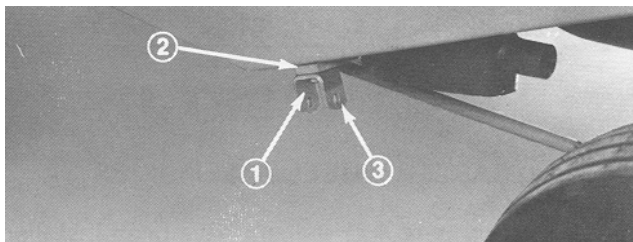

Bild 5
3. Nehmen Sie die Kopfschraube und die Bundmutter ab, mit denen die vordere Motorstütze am Rahmen befestigt ist. Befestigen Sie das Profil der mittleren Schutzvorrichtung und die Motorstütze mit einer Kopfschraube (3/8 x 1-1/4 Zoll) und einer Bundmutter am Rahmen. Wiederholen Sie diesen Vorgang an der anderen Seite der Maschine (Bild 5). Werfen Sie die Kopfschraube (3/8 x 1 Zoll) weg (nur Benzinmodelle).